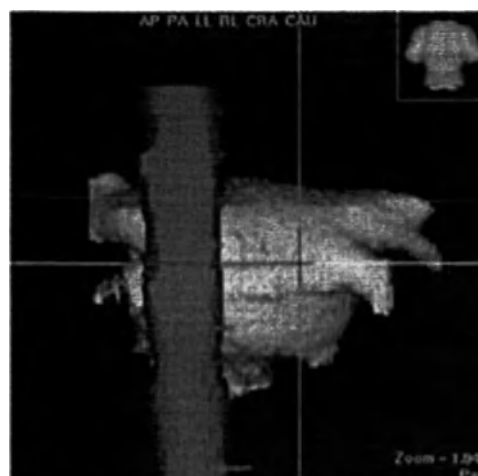

Рисунок 247. Готовая модель сосуда исходной части аорты.
5. Нажать [Применить] для разделения сосуда на сегменты (смотри Рисунок 247).